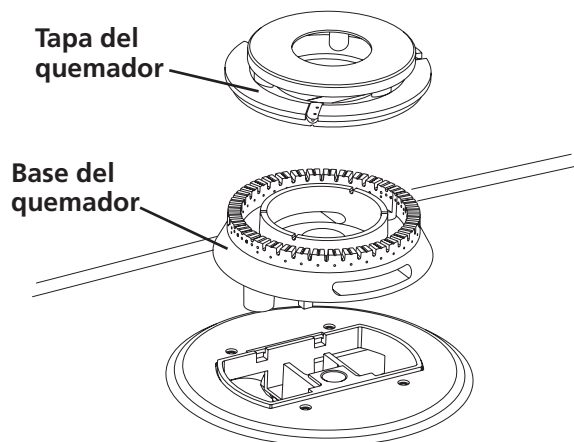

Figura 10
**C. Quemador triple (si esta equipada):** Remueva todas las cintas de las bases de los quemadores. Remueva la tapa y la base del quemador. Remueva y deseche el material de empaque. Vuelva a poner la tapa y la base del quemador. **Tenga cuidado de no dañar el electrodo mientras reemplaza la base encima del orificio.** Este asegura de que el electrodo siente correctamente dentro de la ranura de la base del quemador (vea Figura 10)